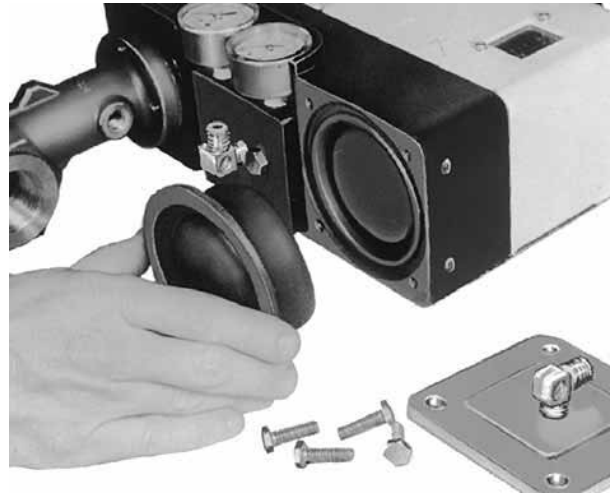

Abb. 17 - Membran austauschen
- Die zwei Druckanschlussmutter (138a) lösen und Rohrleitung (140) heraus ziehen. Die vier Kopfschrauben (139) lösen und Membrandeckel (137) entfernen. Die verschlissene Membran ersetzen. Neue Membran (136) formen und wie in Abbildung 17 gezeigt in den Kolben einsetzen. Rollmembran in die Nut der Halterung einsetzen. Membran beim Einbau weder verdrehen noch verbiegen. Membrandeckel (137) mit den vier Schrauben (139) einsetzen und Rohrleitung mit den beiden Druckanschlussmutter (138a) wieder anschließen. Prüfen, dass alle Anschlüsse ohne Leck sind.